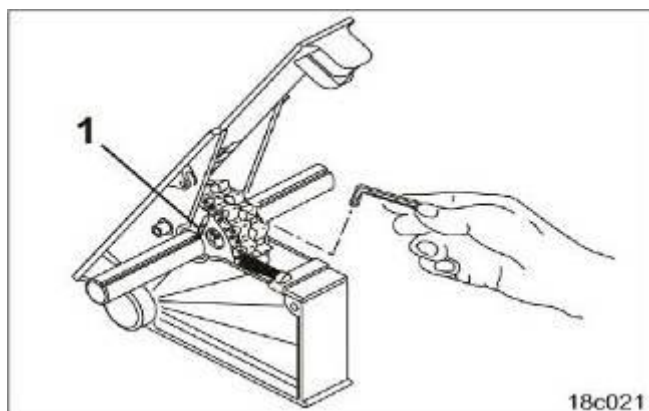

Рис.104
5. Резьбовые штифты (Рис. 104/1) новых высевальных катушек для техколеи ослабьте настолько, чтобы они могли свободно вращаться на высевальном валу.